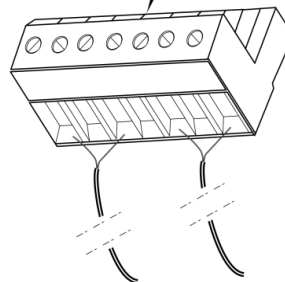

图12 安装输出接线端子示意图
- e. 将已装线缆的功放输出接线端子插入功放输出端口，如图 12 所示。
2. 将已装音频线缆的扬声器接线端子插入 DCS 扬声器端口。参考图 12。